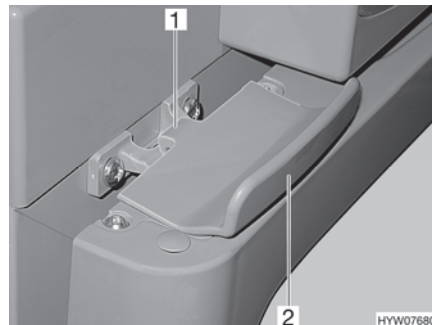

Bild 187 Verriegelung der Kühlschranktür, geschlossen (Thetford)
- Kühlschranktür am Griff (Bild 187,2) öffnen. Die Verriegelung (Bild 187,1) wird automatisch gelöst.